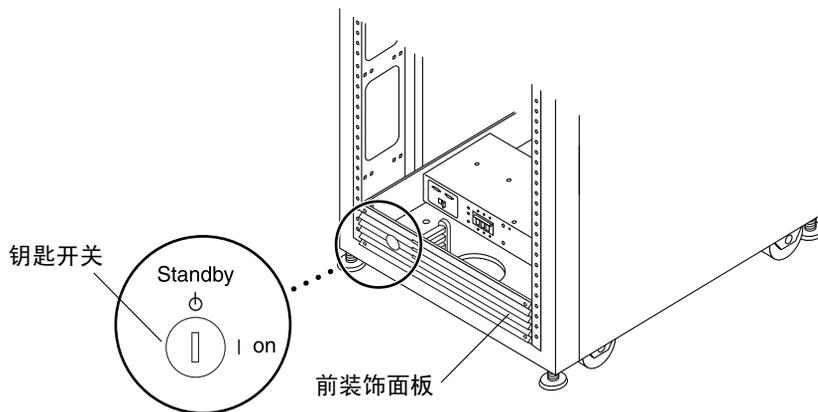

图 B-1 底部前面板上钥匙开关的位置（Standby 位置）
1. 验证基本扩充机柜和任何扩充机柜前下方的钥匙开关是否均处于 Standby（待机）位置（图 B-1）。